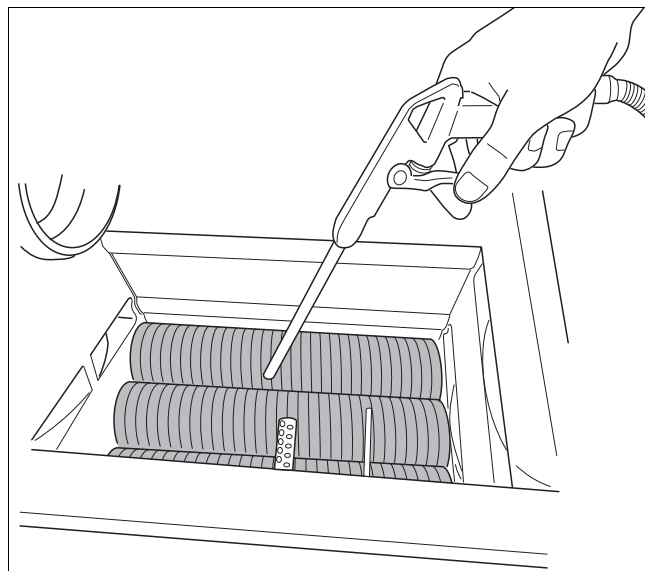

Fig. 96 Pulizia dello scambiatore di calore
- Pulire lo scambiatore di calore con aria compressa o con una spazzola morbida (fig. 96).